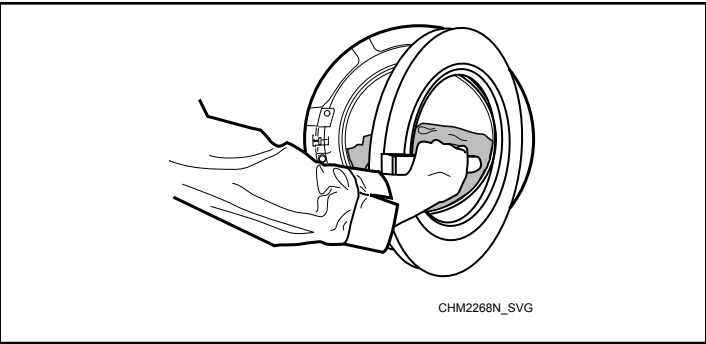

Figura 19
3. Feche a porta empurrando a maçaneta da porta na direção da máquina. Consulte a *Figura 19*.